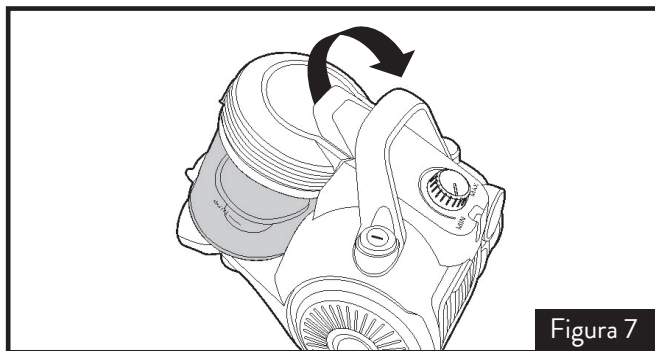

Figura 7
1. Como muestra la figura 7, tire de la manija del recipiente para la basura y destrábelo.